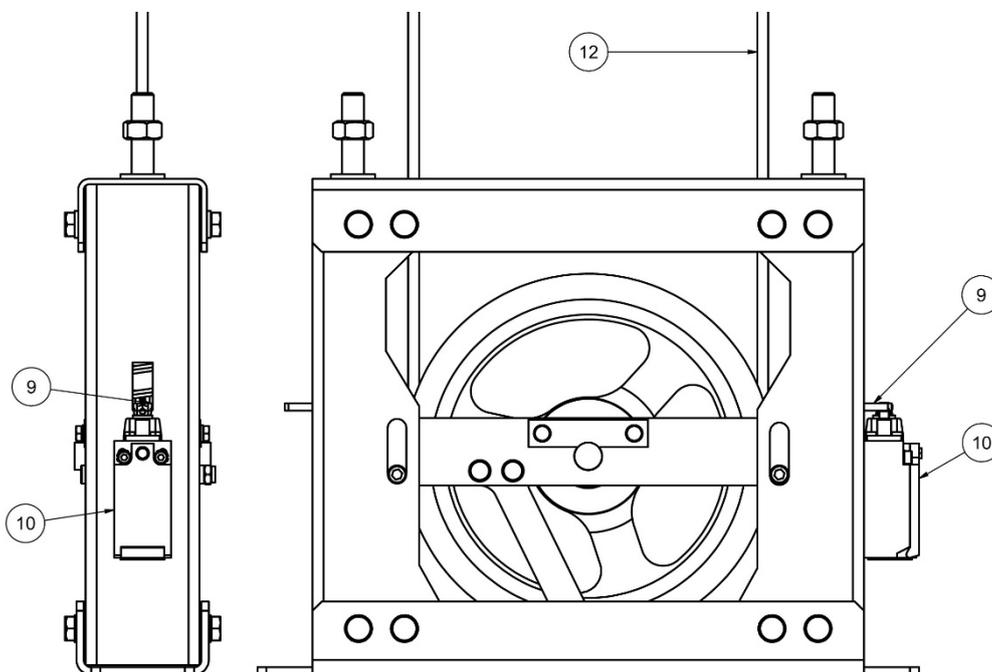

Figure 22: Relâchement du câble
En cas de relâchement ou rupture du câble, le contact (9) sera activé par la pièce Actionneur contact de relâchement (9) (voir Figure 22) en assurant l'arrêt de la machine de traction.